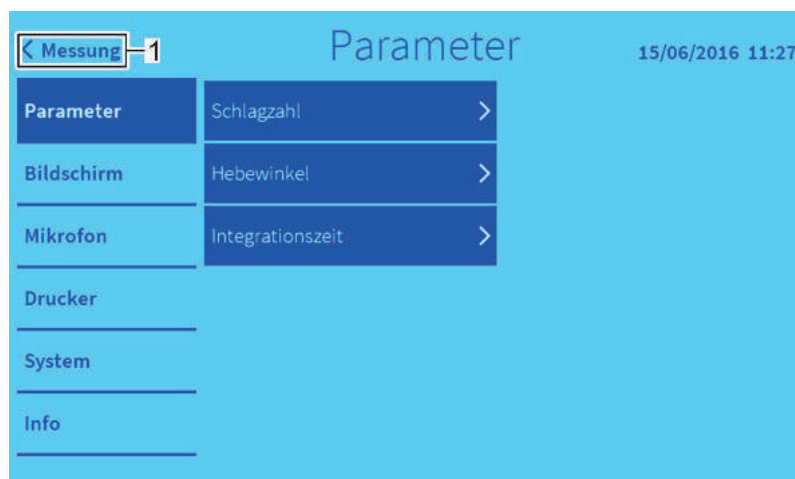

Abb. 29: Einstellungsmenü verlassen
- Schaltfläche „Messung“ (Abb. 29/1) berühren.